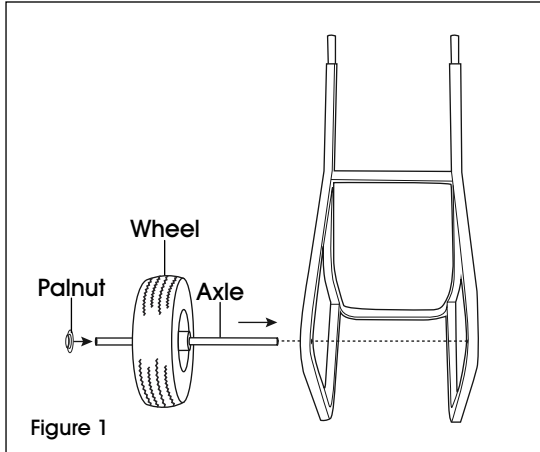

Figure 1
1. Lay hand truck on front so back of frame faces up. (See Figure 1)
2. Place one palnut over one end of the axle. Use a hammer to pound the palnut on the axle until it is secured. (See Figure 1)
3. Slide one wheel onto the axle. Slide the axle through the lower frame of the hand truck. (See Figure 1)
1. Posez le diable sur le devant de sorte que l'arrière du cadre soit orienté vers le haut. (Voir Figure 1)
2. Placez un écrou de blocage sur une extrémité de l'essieu. Utilisez un marteau pour enfoncer l'écrou de blocage sur l'essieu jusqu'à ce qu'il soit bien fixé. (Voir Figure 1)
3. Glissez une roue sur l'essieu. Faites passer l'essieu à travers la partie inférieure du cadre du diable de maintenance. (Voir Figure 1)